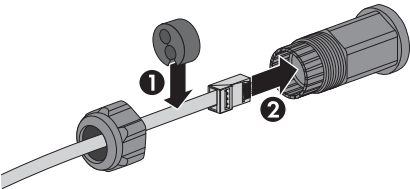

Imagen 2.20. Recorrido de los cables a través de los racores atornillados para cables
- 2. Guíe los cables por la base del inversor a través de los racores atornillado para cables. Consulte Ilustración 2.20